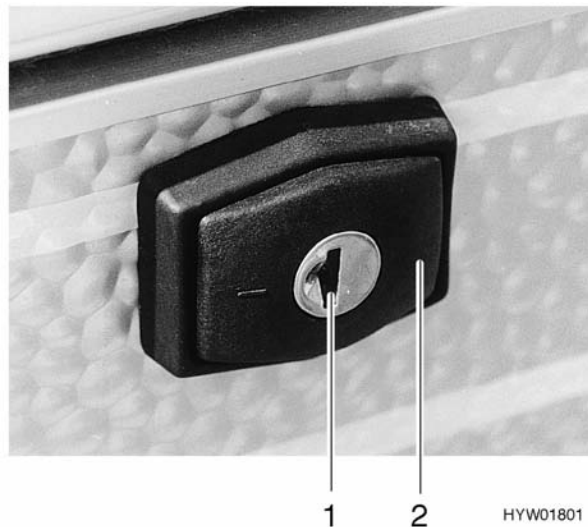

Bild 15 Klappenschloss, verschlossen
- ▷ Bei Regen kann Wasser in das geöffnete Klappenschloß eindringen. Deshalb den Schloßgriff (15,2) wie auf Bild 15 abgebildet schließen.